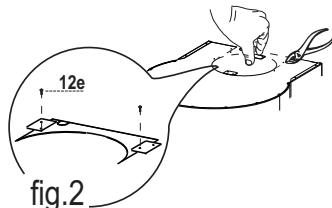

fig.2
- Als voor de luchtafvoer aan de bovenkant van de afzuigkap is gekozen, moeten de 2 beugels die aan de bovenkant van de afzuigkap zichtbaar zijn worden losgemaakt. Verwijder ook het voorgesneden stuk (afb.2) om de buis erdoorheen te kunnen voeren.
- Schroef het voorgesneden stuk met de beugels vast (afb.2) op de bovenkant van de afzuigkap. Gebruik hiervoor de 2 bijgeleverde schroeven **12e**, zodat de luchtafvoerbuis wordt geblokkeerd.